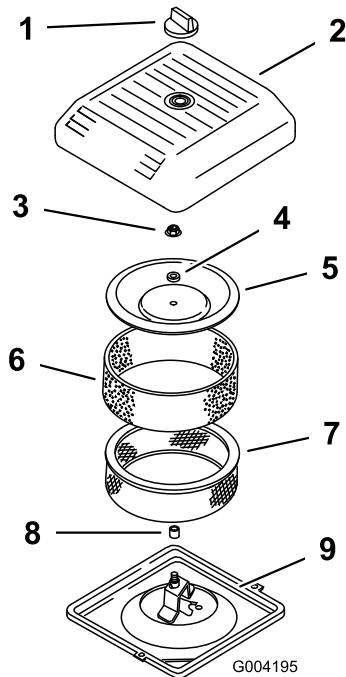

Bild 43
3. Schrauben Sie das Handrad los und entfernen Sie die Luftfilterabdeckung (Bild 43).
4. Schieben Sie den Schaumvorfilter vorsichtig vom Papiereinsatz herunter (Bild 43).
5. Schrauben Sie die Abdeckungsmutter ab und nehmen Sie die Abdeckung und den Papiereinsatz ab (Bild 43).
2. Schieben Sie den Luftfilter auf das Luftfilterunterteil (Bild 43).
3. Setzen Sie die Abdeckung und das Distanzstück auf und befestigen Sie sie mit der Flügelmutter (Bild 43). Ziehen Sie die Schraube mit 11 Nm an.
- Setzen Sie die Luftfilterabdeckung ein und befestigen Sie sie mit dem Handrad (Bild 43).